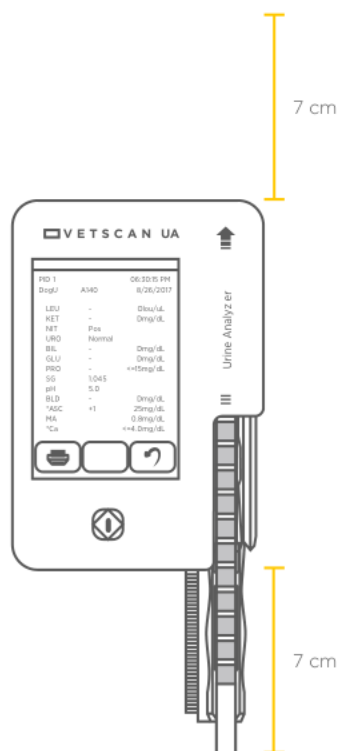

Fig. 7
3. Deje al menos 7 cm delante y detrás del analizador UA para permitir el movimiento de la Bandeja de Tiras durante la operación. (Fig. 7)
3. Asegúrese de dejar espacio en los extremos del UA para permitir el movimiento de la Bandeja de Tiras. (Fig. 7)